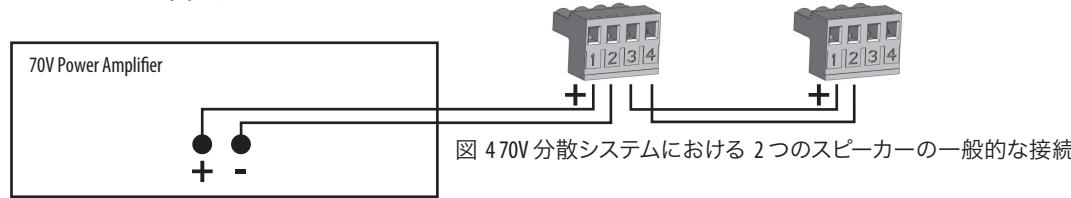

図 4 70V 分散システムにおける 2 つのスピーカーの一般的な接続
3. スピーカーアセンブリを穴に通してスライドさせ、スピーカーの前面にあるネジを回して取り付けウィングを伸ばします。しっかりとグリップするまでネジを締めます。パワードライバーを使用する場合、Tannoy は 1.5Nm のトルク設定を推奨します。(図 4) **締めすぎないでください！**
7. グリルをスピーカーに押し付けて挿入します。(図 4)
分散ラインで追加のスピーカーに接続する場合(図 4)